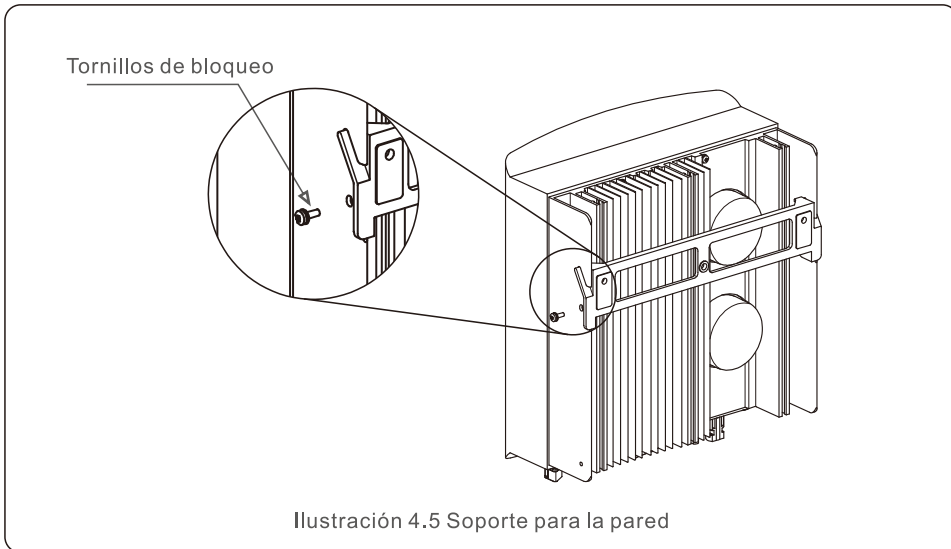

Ilustración 4.5 Soporte para la pared
4. Levantar el inversor (con cuidado para evitar cualquier tipo de lesión física) y alinear el soporte trasero del mismo con la parte convexa del soporte fijado a la pared. Colgar el inversor del soporte de la pared, asegurándose de que queda bien sujeto (ver Ilustración 4.5).